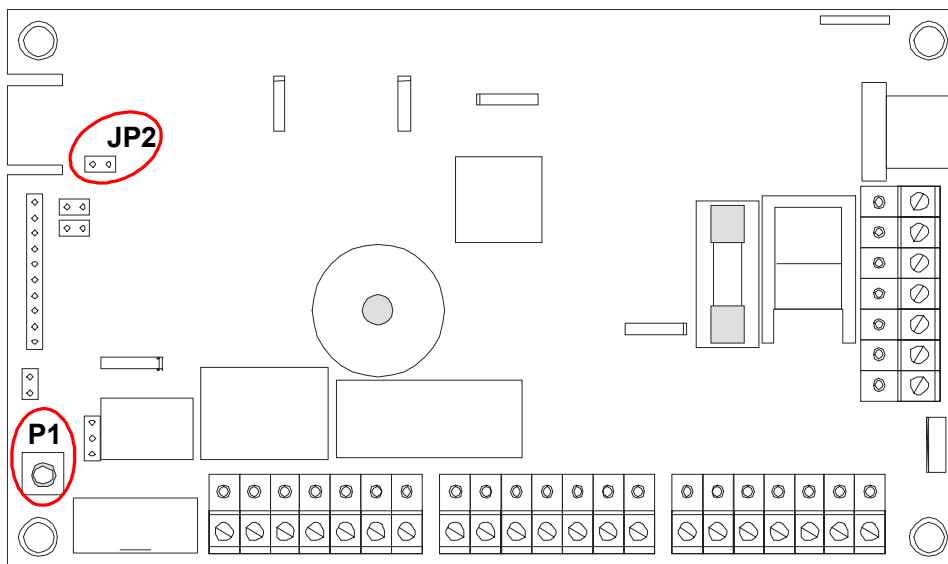

Figura 6 - Modulo Algofire-4: jumper di configurazione e pulsante reset
- inserire il jumper di configurazione JP2 (vedi Figura 6) sulla scheda base a microprocessore;